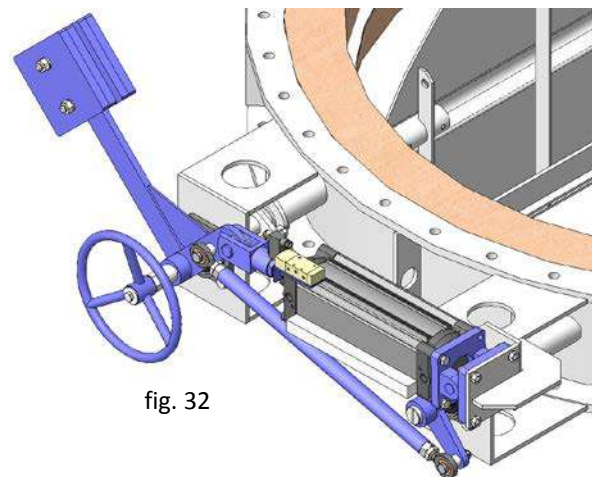

fig. 32
- Actionnements manuels d'urgence (fig. 32)
- **Actionnement manuel de secours** : Il permet d'agir manuellement sur la vanne en cas de manque d'énergie ou d'air (fig. 32).